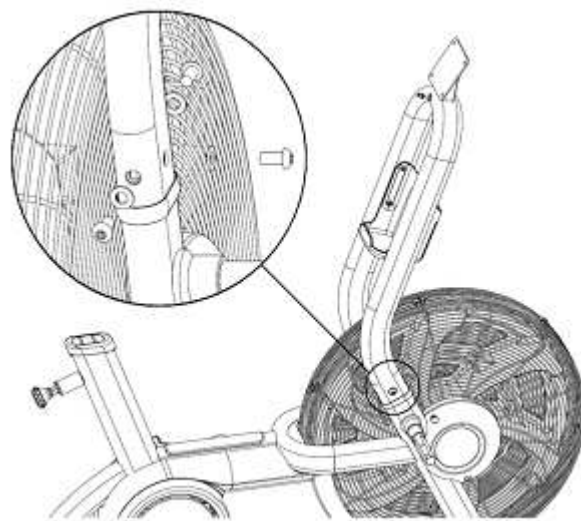

Рис. 6
6. Вставьте три болта с шайбами (Рис. 6) в отверстия деталей и затяните все болты до указанного окончательного момента. Повторите то же самое на другой стороне.